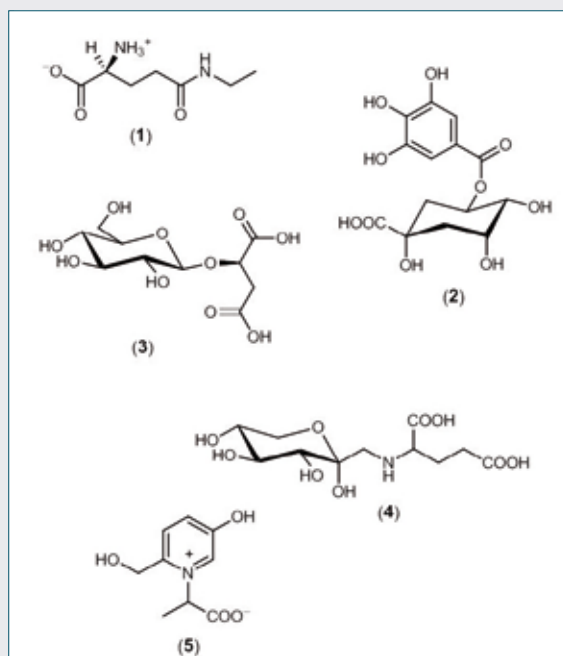

Fig. 2 - Composti umami recentemente identificati [15, 16]
cosiddetto "mat-cha", un tè verde giapponese; l'(S)-morelide (3), rivelatosi un composto chiave nella definizione del profilo aromatico dei funghi morchella; l'acido *N*-(1-deossi-D-fructo-1-il)-L-glutammico (4), presente nei pomodori essiccati in quantità significative (fino all'1,5% in peso) e prodotto dalla reazione di Maillard tra acido L-glutammico e glucosio nel corso dell'essiccamento, oppure l'alapiridaina (5), un sale di piridinio prodotto dalla reazione di Maillard tra L-alanina e glucosio (Fig. 2) [15, 16].